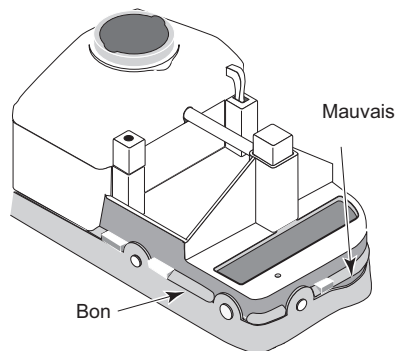

Figure 32
6. Reposer la jupe d'aspiration en caoutchouc sur le nettoyeur, le mot " OUTSIDE " étant visible. Commencer par le grand axe qui se trouve à l'arrière de la tête du nettoyeur (**Figure 31**) et faire le tour du nettoyeur. S'assurer que la jupe affleure les bandes supérieures de la tête du nettoyeur (**Figure 32**).